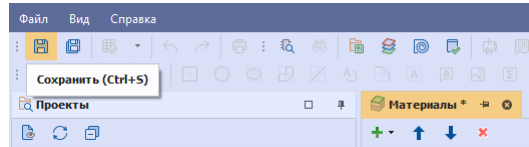

Рис. 20 Кнопка «Сохранить»
5. Сохраните изменения, нажав «Сохранить» или «Сохранить все» на панели инструментов «Общие», см. Рис. 20.
3. Сохраните изменения, нажав «Сохранить» или «Сохранить все» на панели инструментов «Общие», см. Рис. 20.